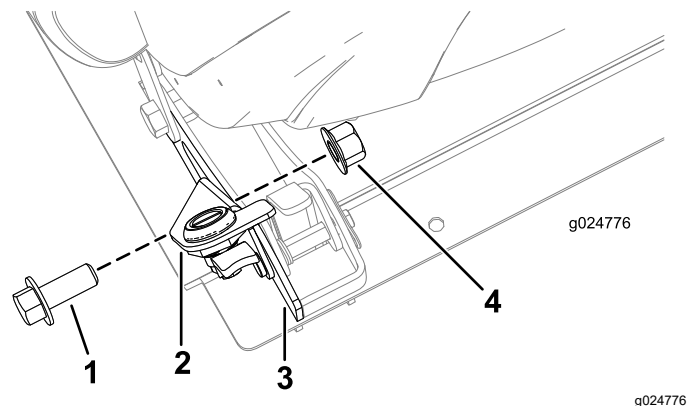

Figura 25
9. Prenda o suporte do bloqueio na placa de reforço exterior do banco com o parafuso de cabeça sextavada (12 x 20 mm) e a porca de bloqueio (12 mm) como se mostra na Figura 25.